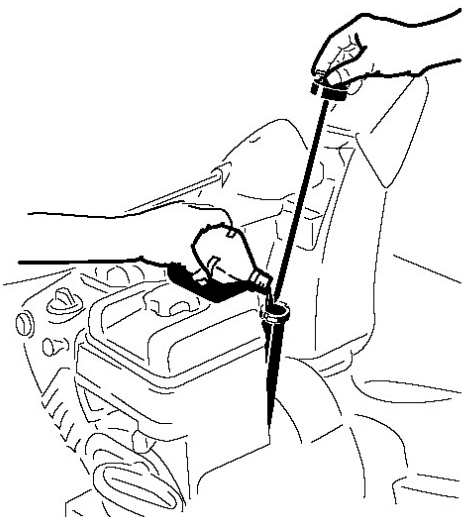

Рисунок 12.
1. Вытащите щуп и **медленно** залейте масло в заливную трубку до маркировки Full на щупе. Не переливайте масло (Рис. 12).